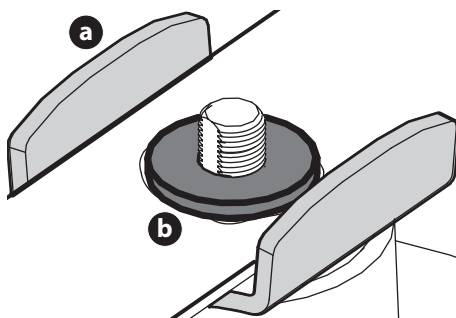

Fig. 46
1. Placez le bouclier de lame (a) sur l'arbre à broche (Fig. 46 à la page 95).
- Placez soigneusement la rondelle plate (b) sur l'arbre à broche. Alignez les côtés plats de la rondelle avec les côtés plats de l'arbre à broche (Fig. 46).